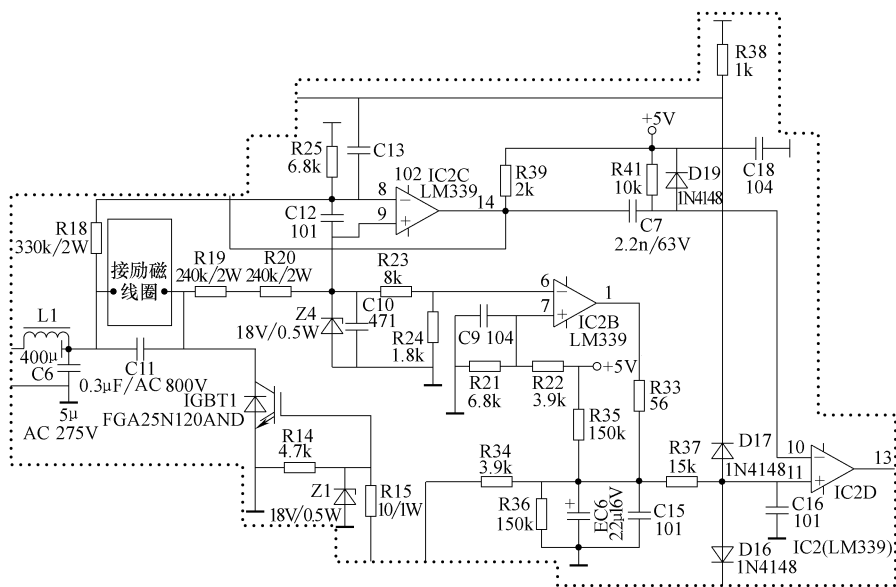

图 4-104 美的品牌 SF182 型电磁炉同步电路
维修笔记 同步电路由集成电路 IC2C 及外围元器件组成，如图 4-104 所示。300V 电压经电阻 R18、R25 分压加到 IC2C 的⑧引脚。功率管集电极电压经电阻 R19、R20、R23、